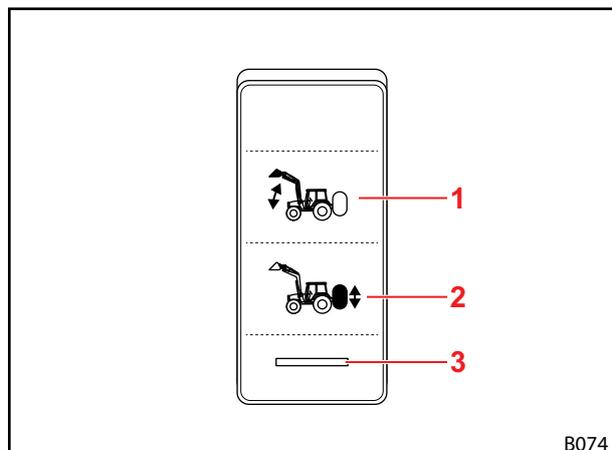

Fig. 90 Interruptor para o sistema hidráulico Comfort
**i** Nos transportes rodoviários e quando o carregador frontal não for necessário, coloque o interruptor na posição "Função original ativa" (ver Fig. 90) para evitar um acionamento não intencional do carregador frontal!